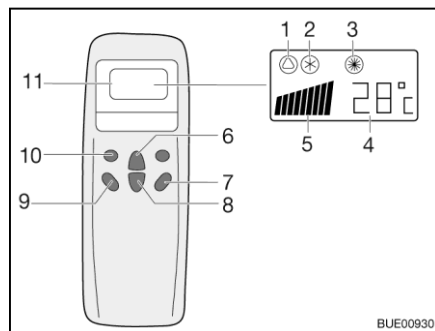
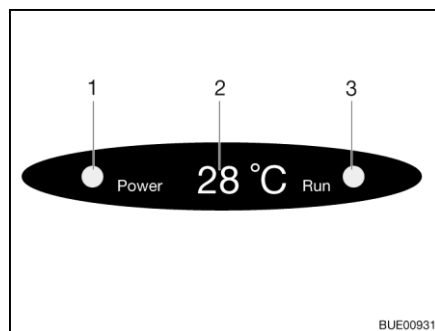

Bild 226 Fjärrstyrning
Bild 227 Diffusörens display
- Tryck på knappen "ON/OFF" (Bild 226,7).
- Tryck så många gånger på knappen "Mode" (Bild 226,10) tills önskad driftsläget (Bild 226,1, 2 eller 3) visas på displayen. Motsvarande kontrollampa tänds på diffusörens display (Bild 227,3).
- Ställ in önskad temperatur med knappen Temperaturökning (Bild 226,6) eller Temperatursänkning (Bild 226,8).
- Med knappen Fläktvarvtal (Bild 226,9) väljs önskad fläkthastighet.